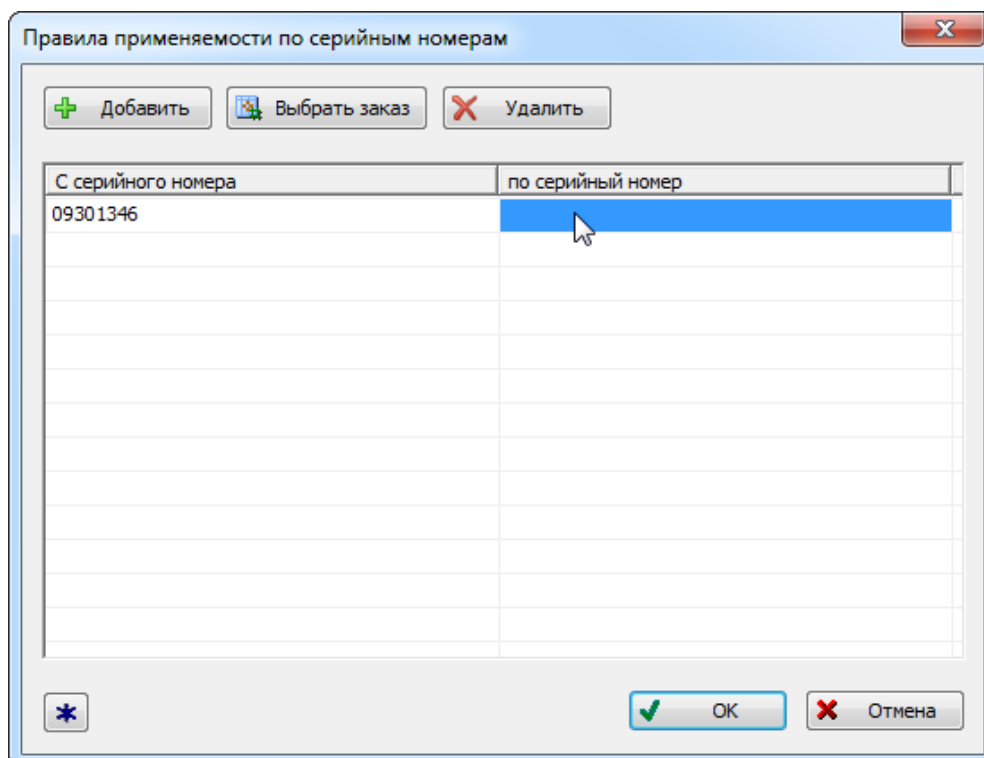

Рис. 10-235 – Ввод верхней границы диапазона серийных номеров
5) Для ввода серийного номера нажать кнопку «Добавить» в окне «Правила применяемости по серийным номерам» (рис. 10-235).